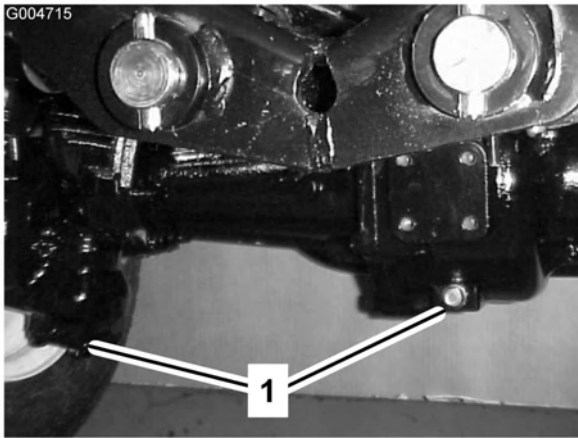

Bild 58
2. Reinigen Sie den Bereich um die drei Ablassschrauben, d. h. jeweils eine an beiden Enden und eine in der Mitte (Bild 58).